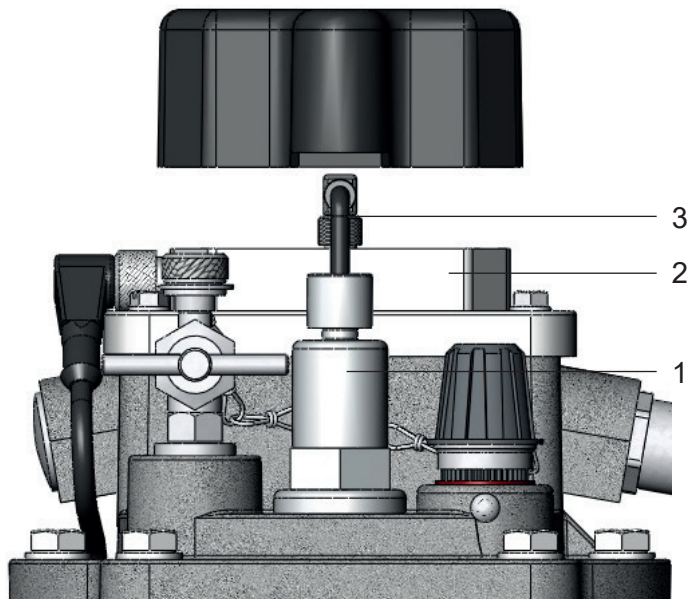

Figure 5 - Chapeau avec capot démonté
- Séparer la connexion entre la sonde (Fig. 5 / n° 1) et l'amplificateur (Fig. 5/ n° 1) en retirant la fiche LS M8 (Fig. 5/ n° 3)
**Pour faire ceci, saisir le connecteur LS (Fig. 5/ n° 3) sur la pièce cannelée et le retirer sans tourner